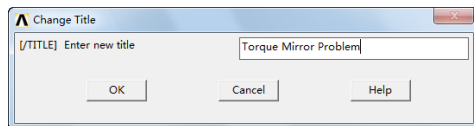

图 9-3 “Change Title”对话框
② 定义工作标题：依次选择 Utility Menu → File → Change Title，会出现“Change Title”对话框，在对话框中输入工作标题“Torque Mirror Problem”，如图 9-3 所示，单击“OK”按钮关闭对话框。